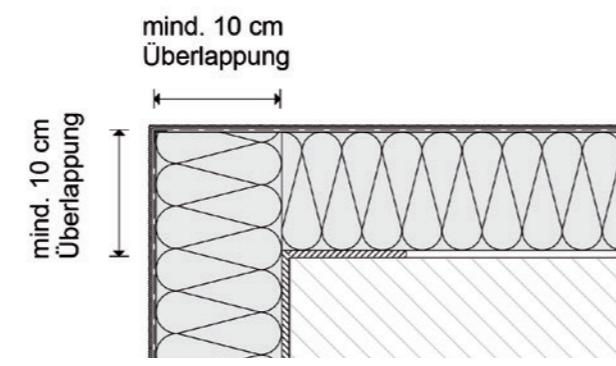

Abb. 32: Ausbildung Gebäudekante (Außenecke)
– Jegliche Überlappung von Textilglasgitter (z.B. **Baumit TextilglasGitter** zu **Baumit FensteranschlussProfil** / **Baumit FensteranschlussProfil** zu **Baumit KantenSchutz**) muss zumindest 10 cm betragen, siehe beispielsweise Abbildung 32.